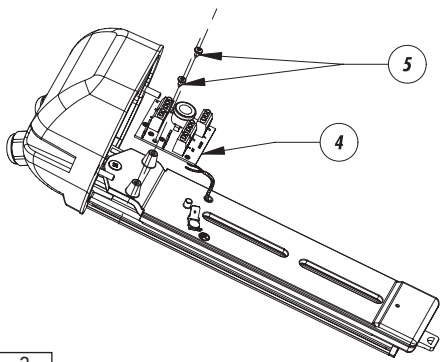

Fig. 3
- Montare il circuito d'appoggio (4) sulla slitta interna della custodia con le relative viti di fissaggio (5) (Fig. 3).
- Monter le circuit de support (4) sur la glissière interne du caisson au moyen des vis de fixation prévues (5) (Fig. 3).
- Assemble the support circuit (4) on the inner slide of the housing using the corresponding fixing screws (5) (Fig. 3).
- Die Trägerschaltung (4) mit den zugehörigen Befestigungsschrauben (5) auf dem internen Gehäuseschlitten montieren (Fig. 3).